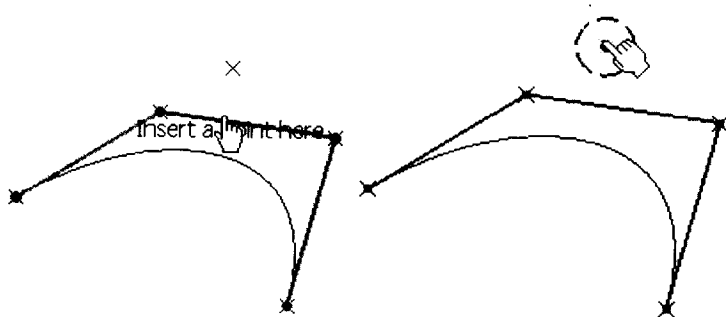
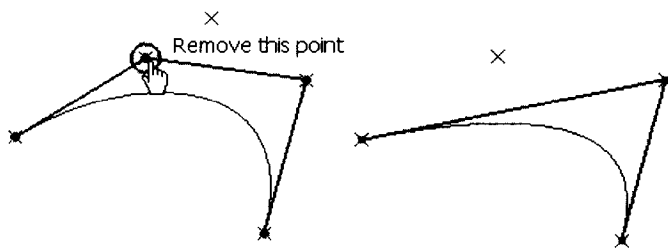
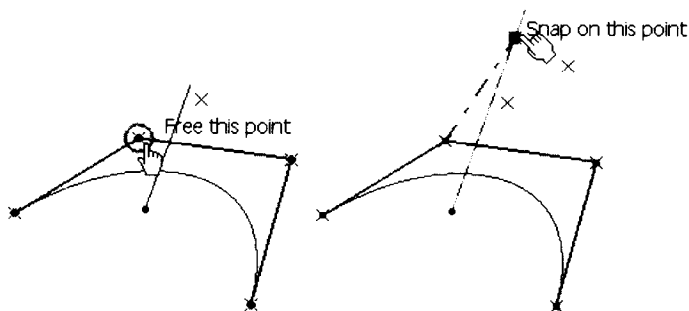

图 1-16
图 1-17
图 1-18
(7) 同样地，可以对样条线的控制点，应用增加控制点，首先确定增加控制点的位置，再选择需要增加的点，如图 1-16 所示；应用删除控制点，直接单击选择需要删除的点即可，如图 1-17 所示；应用约束控制点，如图 1-18 所示。